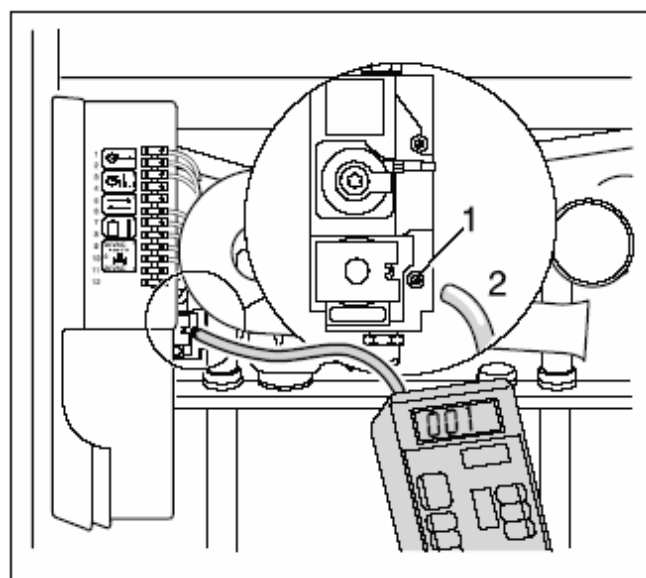
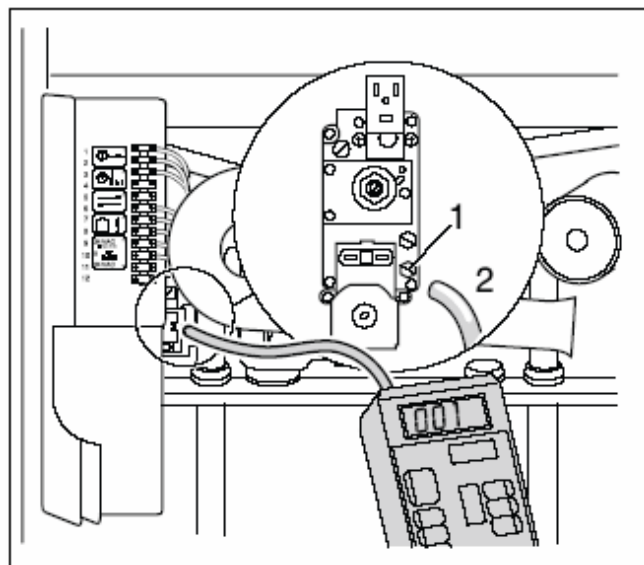

Рис. 25 Измерение давления подачи газа (арматура Honeywell)
Рис. 26 Измерение давления подачи газа (арматура SIT)
- Отвернуть запорный винт испытательного ниппеля давления подачи газа на арматуре Honeywell на два оборота (рис. 25, поз. 1)), на арматуре SIT (рис. 26, поз. 1) – вывернуть полностью.
- Насадить измерительный шланг устройства на испытательный ниппель (рис. 25, поз. 2 или рис. 26, поз. 2).